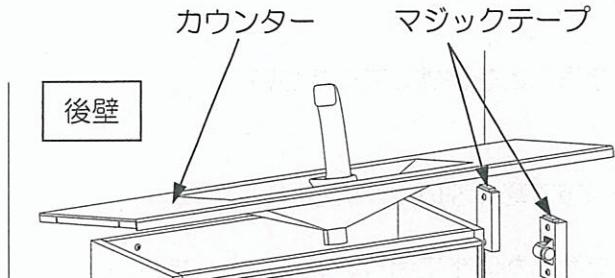

図9-6
- (5) カウンター受け上面のマジックテープに付いている離型フィルムをはがした後、カウンターを後壁に押し当てながらキャビネットの上に設置してください。また、設置後はカウンター両端を上から押さえつけてマジックテープを十分に付けてください。(図9-6)
(3) カウンター受け上面のマジックテープに付いている離型フィルムをはがした後、カウンターを後壁に押し当てながらキャビネットの上に設置してください。また、設置後はカウンター両端を上から押さえつけてマジックテープを十分に付けてください。(図9-6に準ずる)